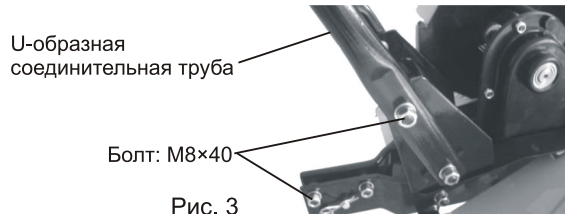

Рис. 3
2. Установите U-образную соединительную трубу на кронштейн культиватора с помощью 4 болтов М8х30 (рис. 3);